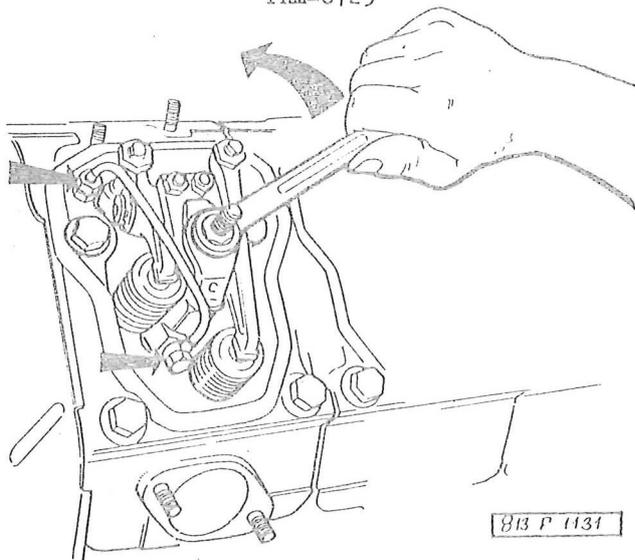
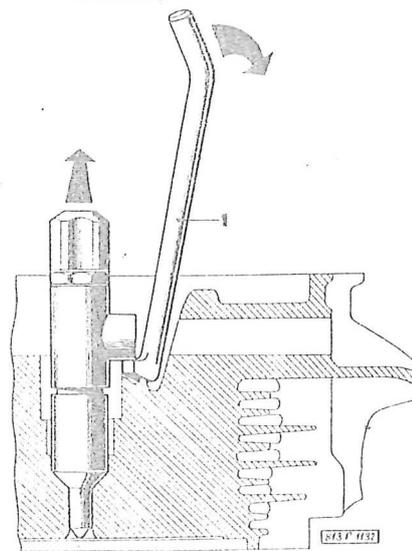

Abb. 03-11 Abbau des Bügels vom Einspritzventil und der Abfalleitung
Abb. 03-12 Ausbau des Einspritzventils aus dem Zylinderkopf
4. Die Zylinderkopfdeckel, die Befestigungsbügel der Einspritzventile abnehmen, die Rohre für den Kraftstoffabfall aus den Einspritzventilen abmontieren (Abb. 03-11). Mit der Abziehvorrichtung die Einspritzventile aus den Zylinderköpfen herausziehen (Abb. 03-12).